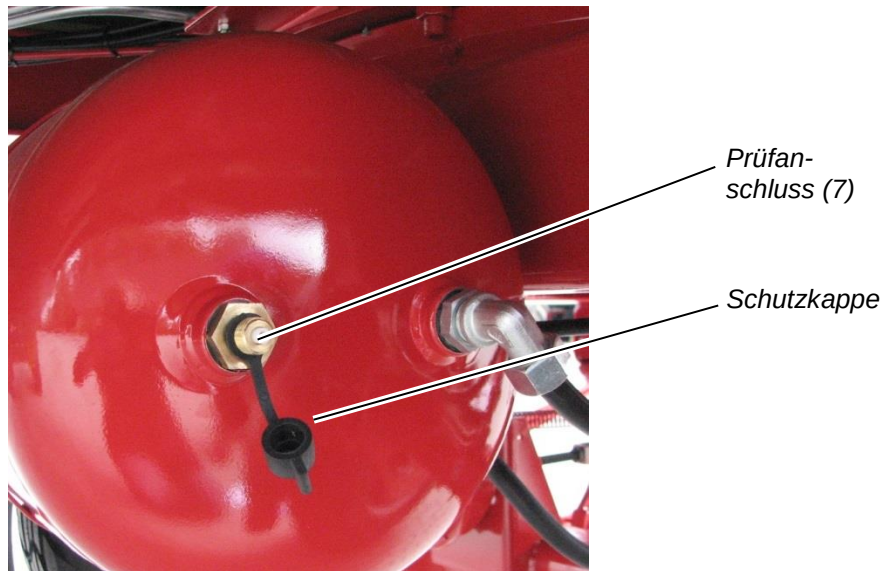

Abbildung 45: Prüfanschluss für ein Manometer am Druckluftvorratsbehälter
- ⇒ Ziehen Sie die Schutzkappe vom Prüfanschluss (7) ab (siehe Abbildung 45).
- ⇒ Stecken Sie ein Manometer auf den Prüfanschluss (7) und lesen Sie den gemessenen Luftdruck ab.
- ⇒ Setzen Sie die Schutzkappe wieder auf den Prüfanschluss (7) auf.